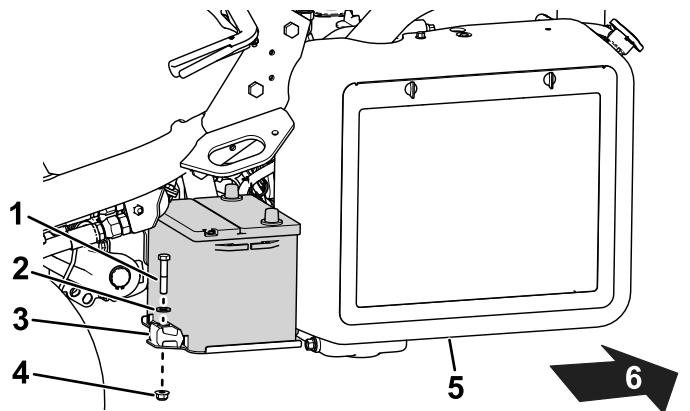

図 42
2. バッテリーをトレイに固定している金具類を外して 図 42バッテリーを機体から外す。
5. バッテリートレイの上にバッテリーを置き、先ほど取り外した固定具で固定する (図 42)。